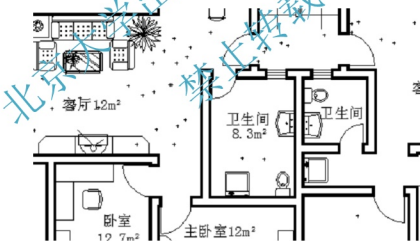

图 1.20 标记光标点位的点标记
(1) 重画：当系统变量 `BlipMode` 设置为 ON，在选择对象、绘制图形或者编辑图形的时候，会在绘图区域出现临时的标记光标点位的小“十”字符号(如图 1.20 所示)，这些符号称为点标记。这些点标记会帮助用户在绘图区域中定位，但也会使绘图区域显得非常零乱。这时可以使用【重画】命令刷新绘图区域，清除点标记。